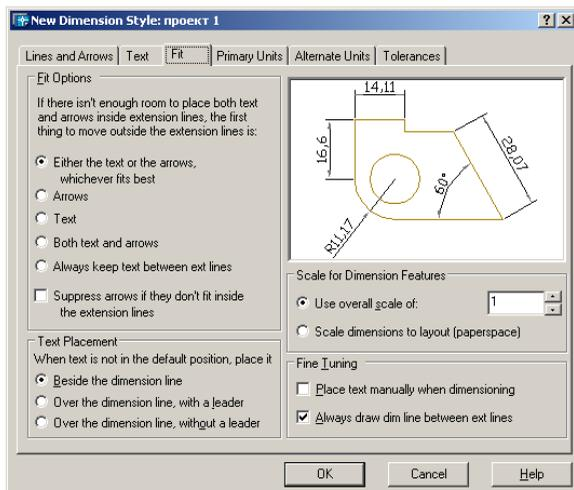

Рис. 1.64. Диалоговое окно определения параметров размерного стиля, вкладка размещения
- вкладка **Fit** позволяет установить правила взаимного расположения размерных выносных линий и текста (рис. 1.64). Здесь же задётся глобальный масштаб для размеров: